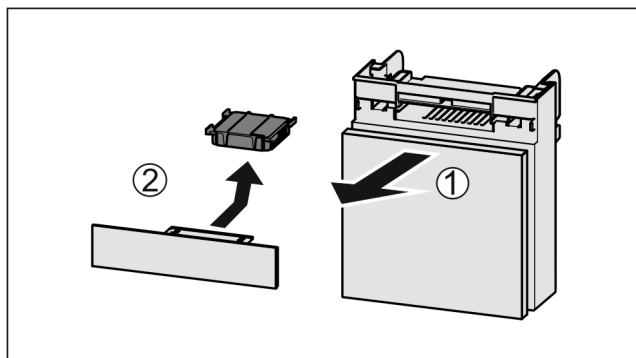

Fig. 99
- ▶ Predal izvlecite Fig. 99 (1) naprej.
- ▶ Odstranite Fig. 99 (2) aktivni ogljeni filter.